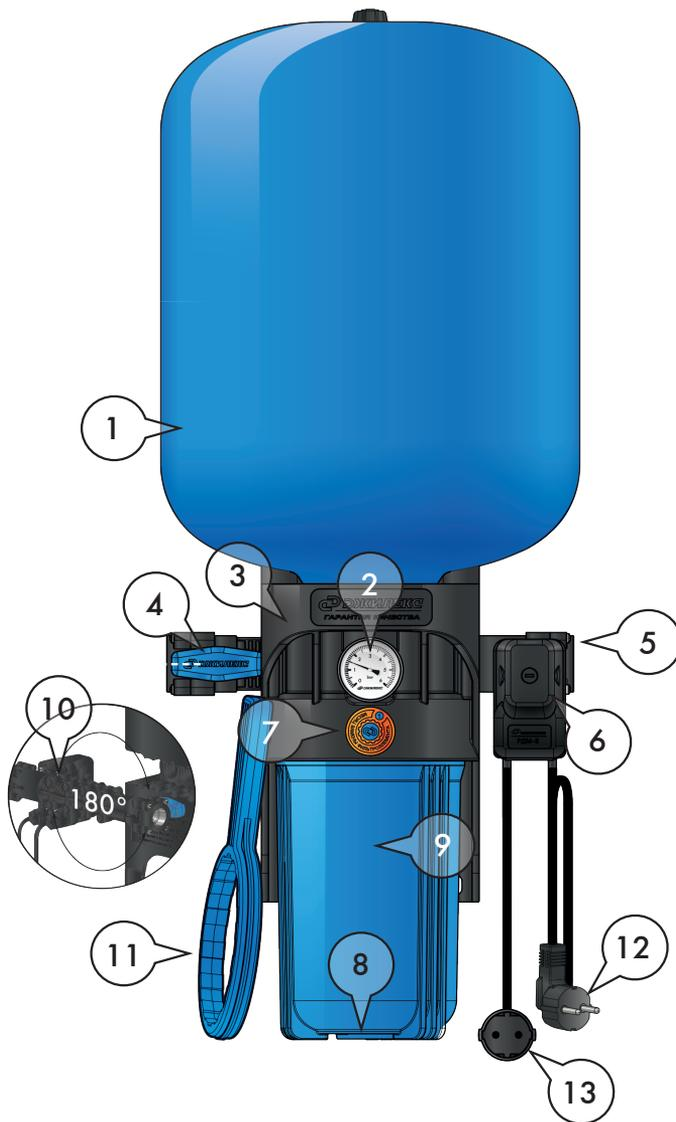

Рисунок 3
КРАБ-Т (рисунок 3) содержит стационарно закрепляемый на опорной поверхности (стене) корпус (3), являющийся базой; к нему присоединяются:
- гидроаккумулятор (1); гидроаккумулятор имеет наружную резьбу на фланце и навинчивается сверху на корпус, содержащий ответное резьбовое отверстие, уплотняется торцевым или радиальным эластичным уплотнителем;
- пластмассовая колба (9) с фильтрующим картриджем (14) размером SLIMLINE 10" для моделей КРАБ-Т 10, 24, 50* (за исключением системы КРАБ-Т 18) или пластмассовая колба (9) для картриджа размером BIG BLUE 10" (для системы КРАБ-Т 50*) или BIG BLUE 20" (для системы КРАБ-Т 100) с сливной пробкой (8). Колба картриджного фильтра имеет наружную резьбу и навинчивается снизу на корпус, содержащий ответное резьбовое отверстие, уплотняется торцевым или радиальным эластичным уплотнителем; в нижней части колбы расположена сливная пробка, уплотняемая эластичным уплотнителем; для монтажа/демонтажа колбы к комплекту прилагается ключ (11);
- манометр (2);
- устройство индикации месяца замены фильтрующего картриджа (7);
- съемный коллектор (10), который содержит встроенный шаровой кран (4) с резьбовым патрубком на выходе, обратный клапан с резьбовым патрубком на входе (5), присоединительный штуцер для реле давления; коллектор содержит 3 цилиндрических патрубка и вставляется в ответные отверстия корпуса с возможностью обеспечить подачу воды слева направо или справа налево; уплотняется эластичным уплотнителем, фиксируется на корпусе винтами;
- реле давления РДМ – 5 (6).